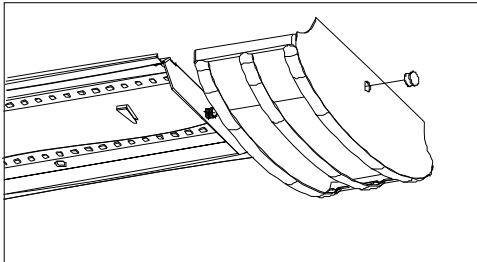

Figure 5
2. **Désinstaller l'embout décoratif (2)** et le diffuseur (3) en dévissant l'écrou borgne décoratif (1) à chaque extrémité du luminaire. Retirer les extrémités et le diffuseur et les mettre de côté.
3. **Serrer le couvercle du chemin de câbles (5)** au-dessus de l'espace de la languette estampée afin de le libérer du boîtier du luminaire (6).
7. **Installer l'embout décoratif (2)** sur une extrémité du luminaire en le mettant sur le manchon fileté dénudé, sécurisé par l'écrou de l'embout (1). **Voir la figure 5.**
6. **Replace Wireway Cover (5)** under tab(s) on one side of Fixture Housing (6) (*Make sure wires are not pinched between Housing and wireway cover*) then compress Cover to engage tab(s) on opposite side. Release and confirm secure placement.
7. **Install Decorative End Cap (2)** onto one end of the fixture by placing over exposed threaded nipple-secure with End Cap Nut (1). **See Fig. 5.**
6. **Vuelva a colocar la cubierta del canal del cable (5)** bajo las lengüetas en un lateral de la carcasa de instalación (6) (asegúrese de que los cables no queden presionados entre la carcasa y la cubierta del canal del cable) y luego presione la cubierta para encajar las lengüetas en el lateral opuesto. Suelte y confirme que esté firmemente colocada.
7. **Instale el cabezal decorativo (2)** en un extremo del montaje mediante la colocación de boquillas roscadas expuestas y asegure la tuerca del cabezal decorativo (1). **Consulte la Fig. 5.**